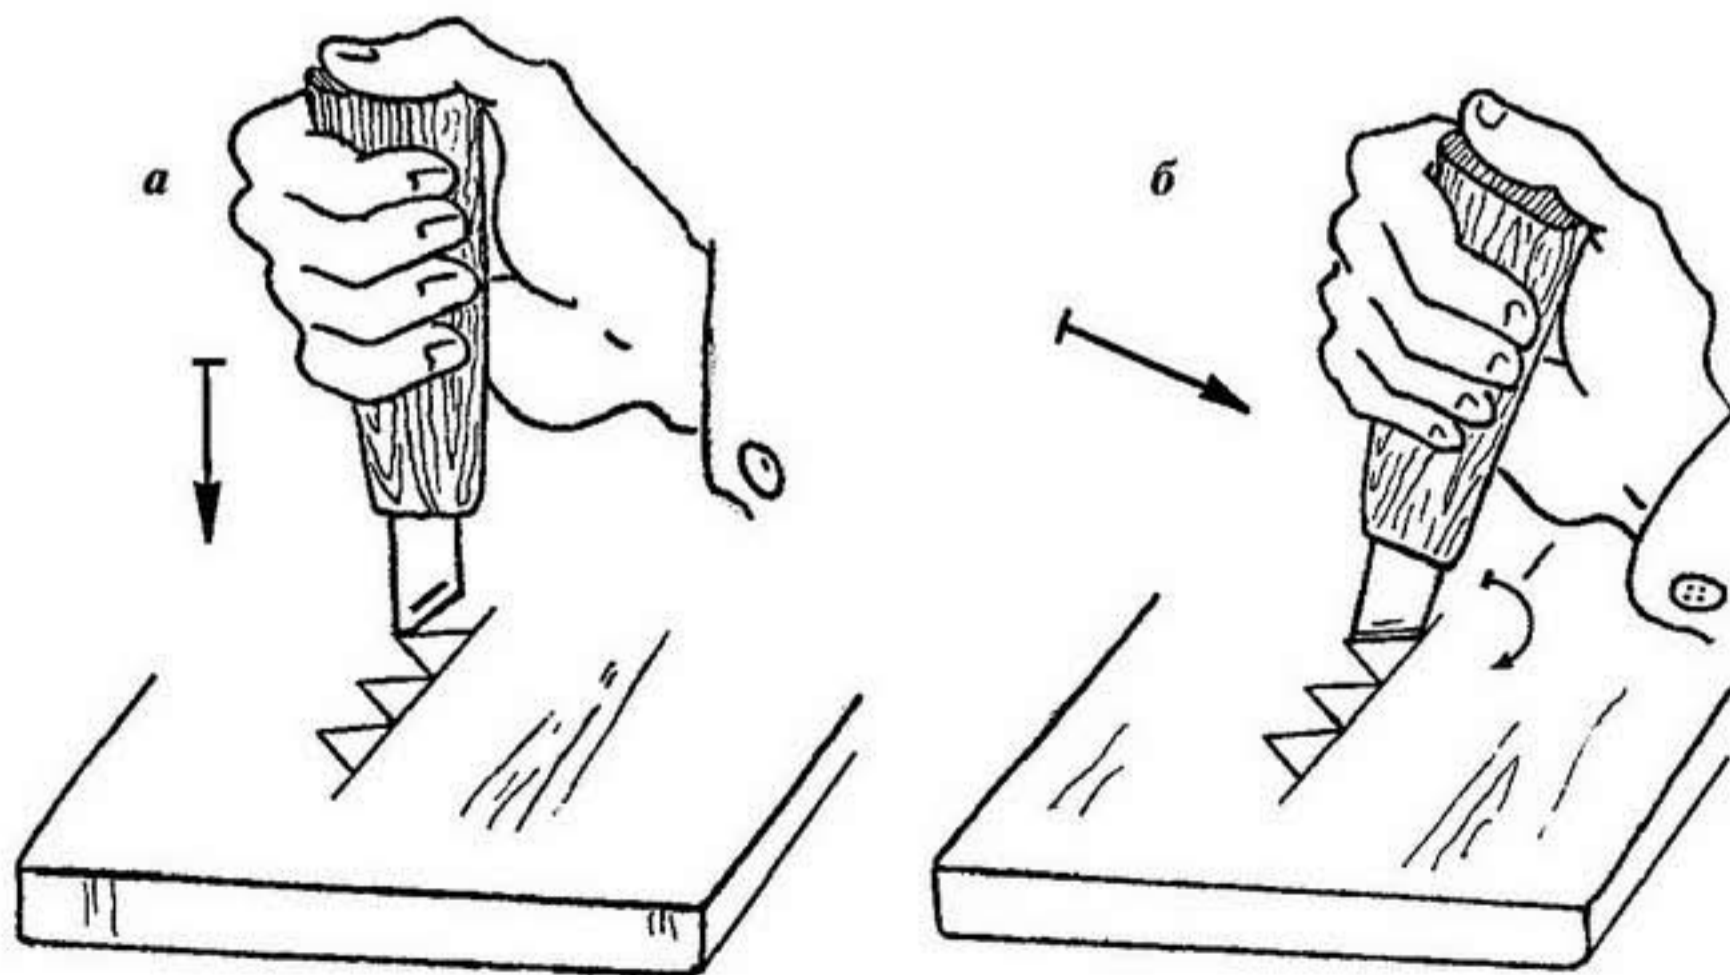

Рис. 20.
Совместите носок ножа с вершиной сколышка, а режущую кромку направьте точно по линии правой стороны фигуры. Держа нож вертикально, сильно надавите на него, чтобы носок углубился на 2–3 мм (рис. 20, а), потом опустите пятку ножа до пересечения боковой
линии сколышка с горизонтальной линией разметки (рис. 20, б). После этого верните нож в вертикальное положение и аккуратно выньте его. Затем сделайте наколку правой стороны следующего сколышка — и так до конца строчки.
- 1) при резании рабочая рука (та, в которой зажат нож) должна быть плотно прижата к поверхности стола, давая возможность свободному движению кисти (см. рис. 20, а);
- 2) все движения резчика совершаются только кистью руки (см. рис. 20, б);